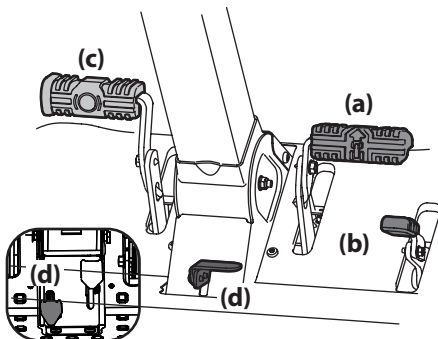

Figura 3-4
2. Para conducir hacia ADELANTE, presione lentamente el pedal de marcha adelante (a) hasta alcanzar la velocidad deseada. Consulte la Figura 3-4.
6. Para conducir marcha atrás, verifique que el área de atrás esté despejada. Luego presione lentamente hacia adelante el pedal de transmisión marcha atrás con la parte anterior de la planta del pie (NO con el talón) hasta alcanzar la velocidad deseada. Consulte la Figura 3-4.